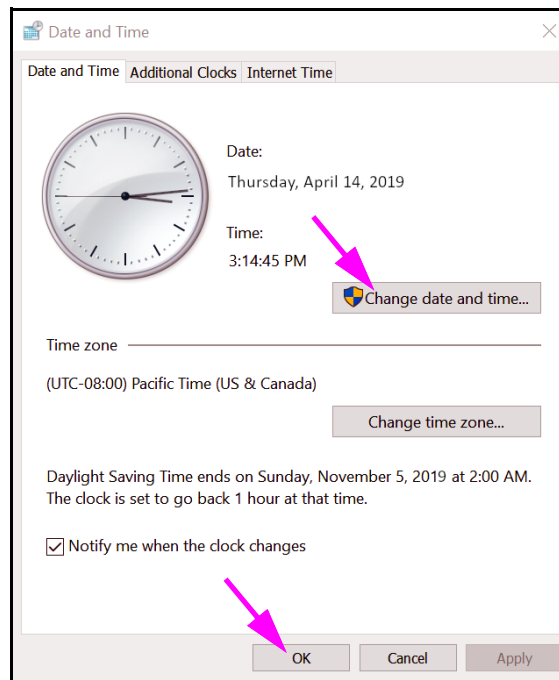

Figura 2-34. Cuadro de diálogo Date and Time (Fecha y hora)
- Haga clic en **Control Panel (Panel de control) > Date and Time (Fecha y hora)**. Aparece el cuadro de diálogo Date and Time (Fecha y hora). Consulte la figura 2-34.
4. Haga clic en **OK (Aceptar)** para regresar al cuadro de diálogo Date and Time (Fecha y hora). Consulte la figura 2-34.